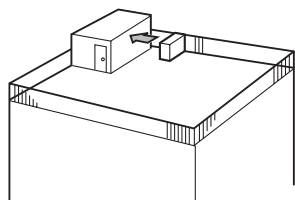

Fig. 2-4
- (1) Vend luftutløpet mot nærmeste tilgjengelig vegg, omtrent 50 cm unna veggen. (Fig. 2-4)